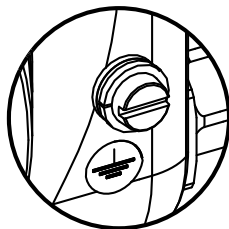

図 30: 装置外側の機能接地ねじ
- または電気ハウジングの外側の機能接地ネジのいずれかに接続(図 30を参照)。